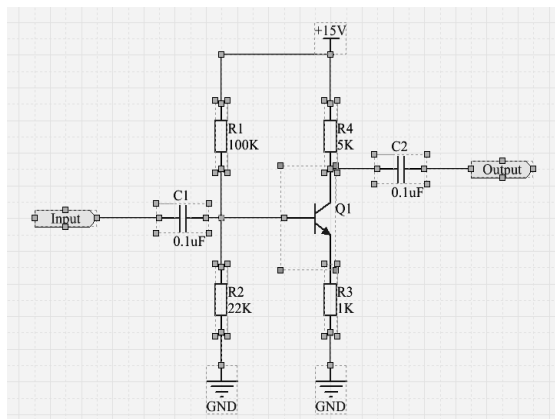
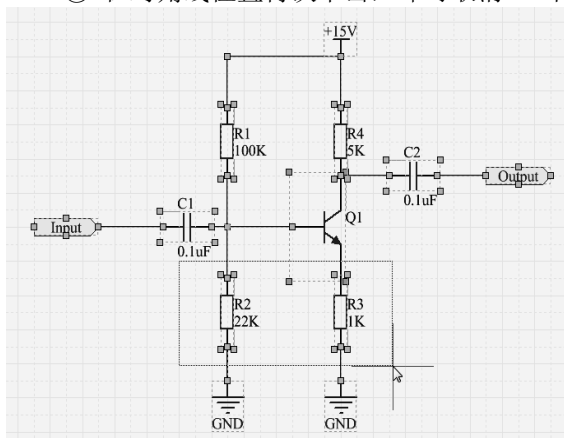

图 4-1-10 选中电路原理图中的所有对象
图 4-1-19 矩形虚线框完全包含电阻 R2 和 R3
执行 Edit → Select → All 命令或按下【Ctrl】+【A】组合键后，全选的效果如图 4-1-10 所示。
通过菜单命令可以取消对象的选择状态。以图 4-1-10 为例介绍使用命令取消对象的选中状态。
(1) Edit → DeSelect → Inside Area 命令。该命令的功能是取消虚线框内所有对象的选中状态。例如，要取消图 4-1-10 中电阻 R2 和 R3 的选中状态，则按以下步骤操作。
① 执行菜单命令 Edit → DeSelect → Inside Area，鼠标指针变为十字形。
② 在适当位置单击，然后移动鼠标指针将产生一个矩形虚线框，将电阻 R2 和 R3 完全包含在矩形虚线框内，如图 4-1-19 所示。
例如，取消图 4-1-10 中 R1~R4 四个电阻的选中状态，则按以下步骤操作。